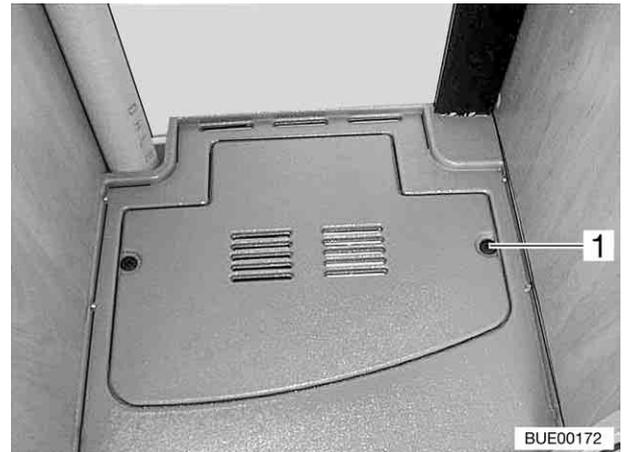

Bild 89 Abdeckung
- ▷ Lüftungsschlitze der Abdeckung (Bild 89) nicht verdecken. Überhitzungsgefahr!
- Befestigungsclip (Bild 89,1) eine viertel Umdrehung drehen und Abdeckung entfernen.